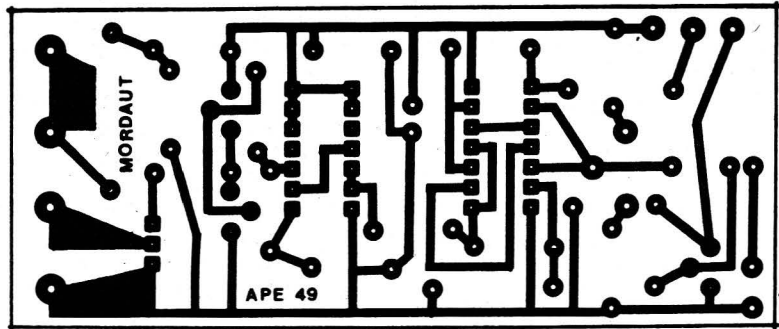

Fig.2
- FIG. 2 - LAY OUT DO CIRCUITO IMPRESSO ESPECÍFICO - Embora simples, o padrão de ilhas e pistas cobreadas exige um certo cuidado na sua "copiagem", traçagem, cortosão, etc., devido à presença dos dois Integrados, com suas inevitáveis "perninhas" muito próximas umas das outras... É relativamente comum que ocorram "curtos" entre as ilhazinhas destinadas aos pinos dos Integrados, seja por falhas no desenho, seja por insuficiências na corrosão (ou ainda - já na fase de soldagem - por "corrimento"...). Por tais razões, conferir tudo "com lente", é fundamental, em todas as fases da confecção do Impresso e da posterior montagem... De qualquer modo, o padrão não é complicado, e encontra-se no desenho em escala 1:1 (tamanho natural), podendo ser "carbonado" diretamente...